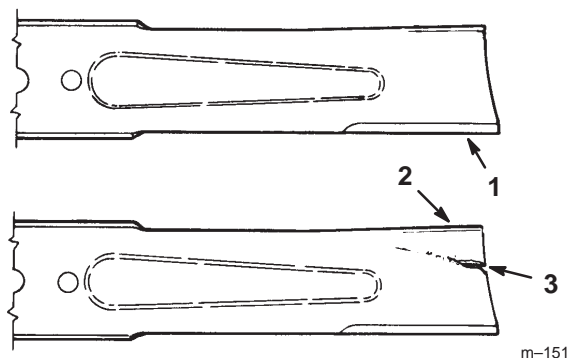

Figure 24
1. Inspectez les tranchants des lames (Fig. 24). Si les lames ne sont pas tranchantes ou si elles présentent des indentations, déposez-les et aiguisiez-les (voir Aiguisage des lames, page 28).
2. Inspectez les lames, surtout la partie incurvée (Fig. 24). Remplacez immédiatement toute lame endommagée, usée ou qui présente une entaille (repère 3 de la Fig. 24).